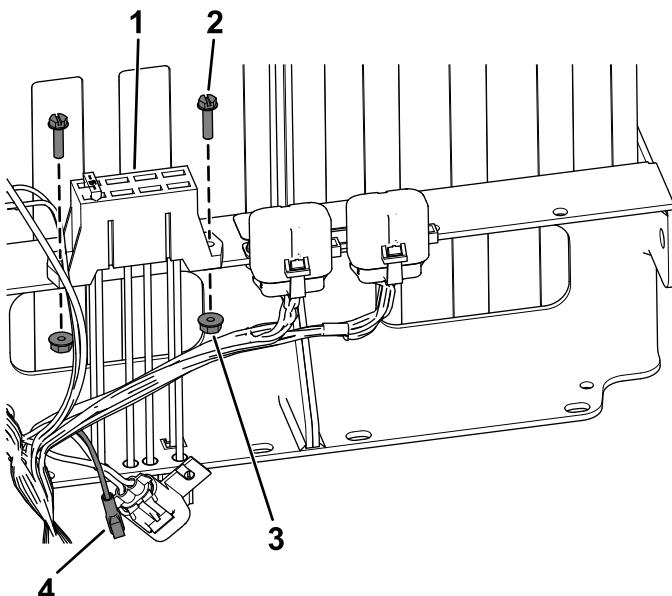

Figure 18
- Modèles 2019 et suivants :** fixez le nouveau porte-fusibles en place avec les 2 vis à tête hexagonale à embase (n° 10 x $\frac{3}{4}$ ") et 2 écrous crantés (n° 10), comme montré à la Figure 18.
- Modèles 2019 et suivants :** branchez le connecteur femelle du faisceau au nouveau porte-fusibles (Figure 18).